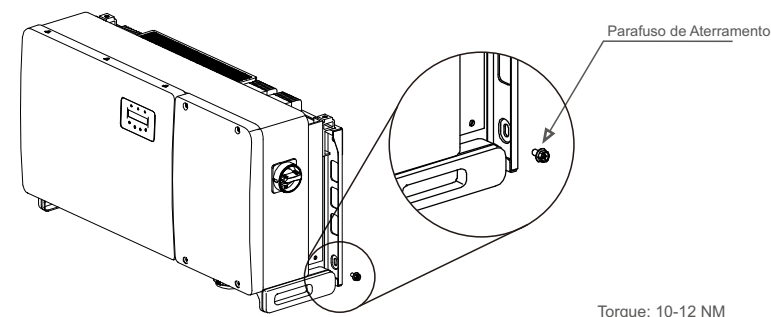

Figura 3.17 Cabo fixo
- 6) Conecte o cabo de aterramento ao ponto de aterramento no dissipador de calor e aperte o parafuso de aterramento, o torque é de 10-12Nm (consulte a figura 3.17).